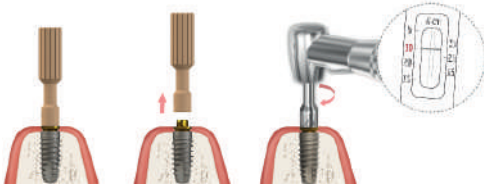

Figura 1
3. Ajutat de suport, poziționați Multi-Unitul în implant (vezi Figura 1). Scoateți suportul cu o mișcare laterală. Verificați dacă zona de conectare a Multi-Unitului este curată și fără resturi. Vă recomandăm să verificați dacă dispozitivul este așezat corespunzător cu implantul prin efectuarea unei radiografii.